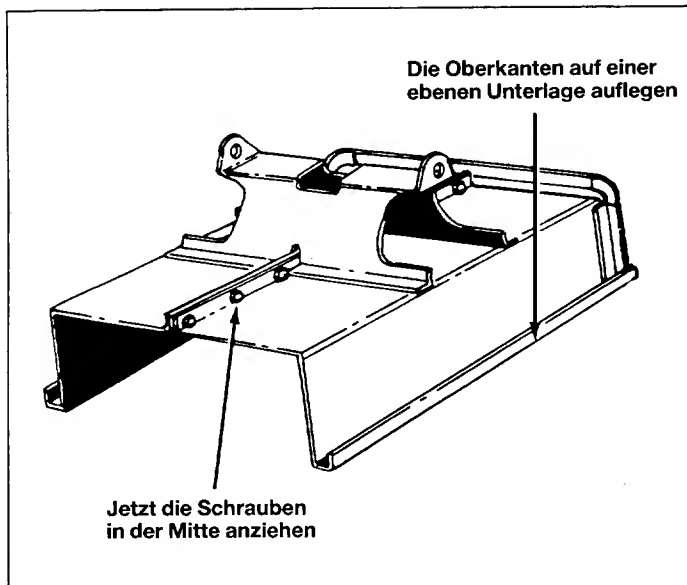

Bild 6
11. Den Wagen so legen, daß er auf den oberen Kanten entsprechend Bild 6 zu liegen kommt. Die in Schritt 4 genannten Schrauben in der Mitte anziehen.